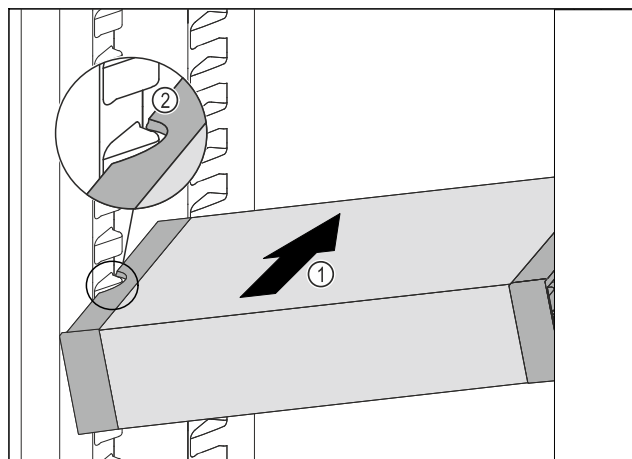

Fig. 114
- VarioSafe gurajte koso u hladnjak Fig. 114 (1) sve dok se bočni otvori Fig. 114 (2) ladice VarioSafe ne nađu na visini žljeba spremnika u hladnjaku.